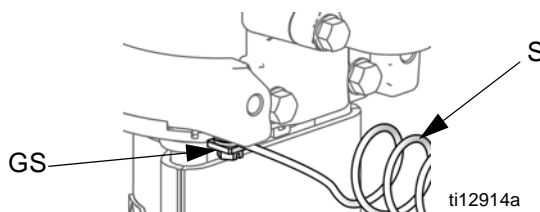

FIG. 2. Jordad skruv och ledning
1. Pump: Se FIG. 2. Kontrollera att jordskruven (GS) har fästs och dragits åt säkert på luftmotorn. Koppla andra änden på jordledningen (S) till en god jordpunkt.